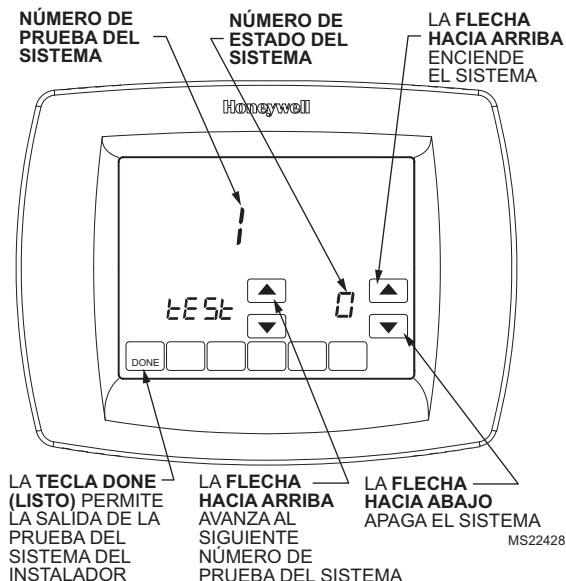

Figura 30. Revise los botones del termostato que se utilizan durante la prueba del sistema.
3. En la figura 30 puede ver cómo se usan los botones del termostato durante la prueba del sistema instalador. Vea las pruebas disponibles para el sistema instalador en la tabla 6.